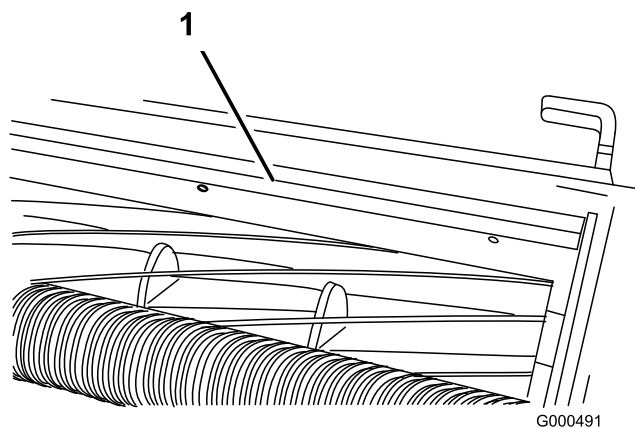

Figura 55
1. Afloje los tornillos que fijan la barra superior (Figura 55) a la unidad de corte.